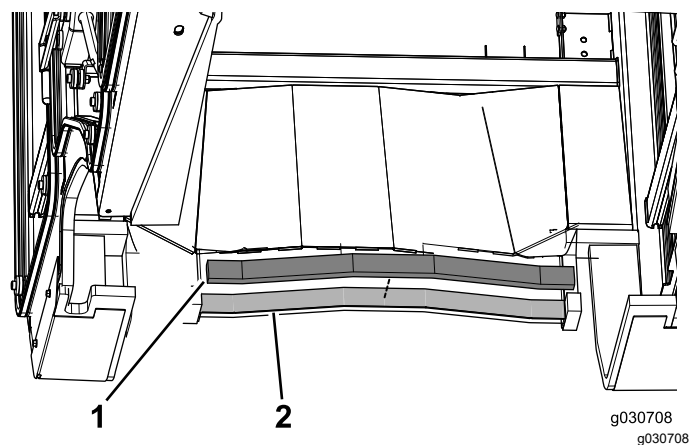

Figura 17
3. Applicate la guarnizione in schiuma sintetica posteriore sulla parte posteriore della cabina (Figura 17).